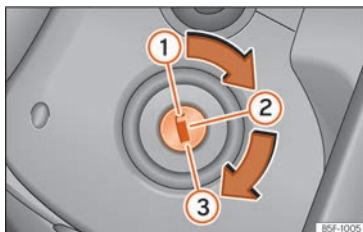

Fig. 215 Posiciones de la llave de contacto.
En esta posición »» **fig. 215 ①** el encendido y el motor están desconectados, pudiéndose bloquear la dirección.
- Gire la llave de contacto a la posición de arranque »» **fig. 215 ③**.
- Gire la llave de contacto hasta la posición »» fig. 215 ②. El testigo ⚡ se encenderá en caso de precalentamiento del motor.
- En cuanto se apague el testigo, gire la llave de encendido a la posición ③ para poner en marcha el motor y no pise el acelerador.
- Gire la llave hasta la posición »» fig. 215 .
- Extraiga la llave de encendido en la posición **» fig. 215** **①** **»** **⚠**.